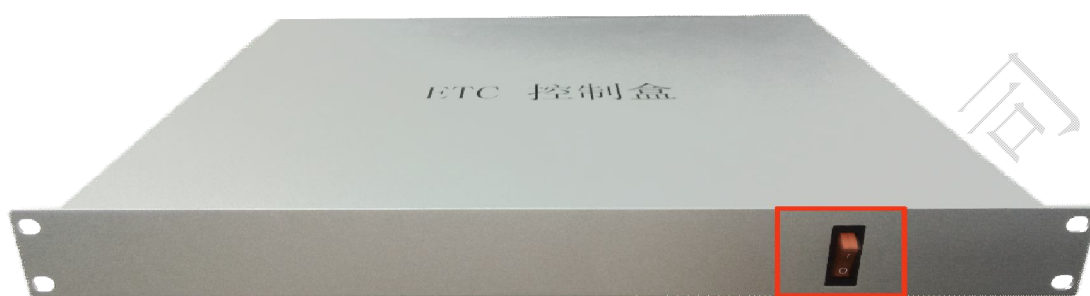

图 2-2 设备开关
6. 连线完成后，通过 ETC 控制盒背后的电源开关控制系统的开启与关闭(如图 2-2)。